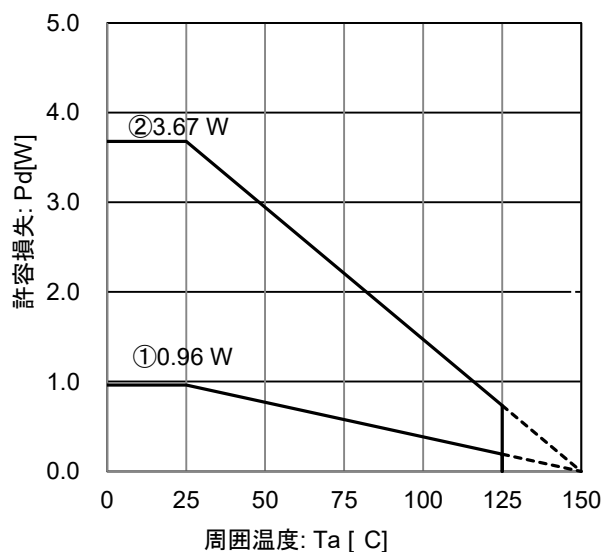

Figure 25. HTSOP-J8 熱低減曲線グラフ
Ta=25°C 以上でご使用になる場合は Figure 25 から Figure 27 の熱軽減特性を参考にしてください。
Ta=125°C の時、Figure 25 ②の条件で、入出力電位差が 10.2V であれば、約 71.5mA 出力できる計算になります。
Ta=125°C の時、Figure 25 ②の条件で、入出力電位差が 8.5V であれば、約 85.8mA 出力できる計算になります。